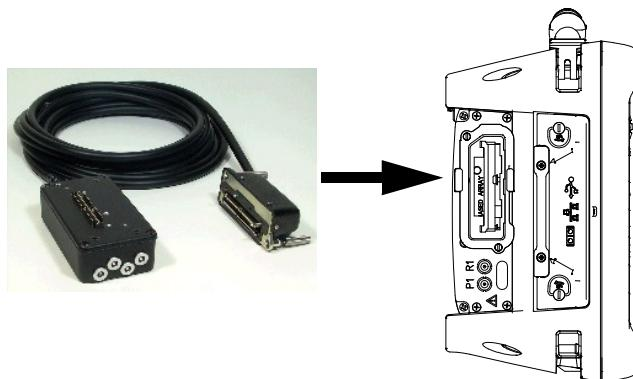

Рис. 4-12 Адаптер для подключения УЗ-ПЭП к разъему PA
- При выборе режима группы **UT** (с использованием разъема PA) убедитесь, что УЗ-ПЭП подключены к разъему PA с помощью одного из доступных адаптеров (см. пример на Рис. 4-12 на стр. 113).